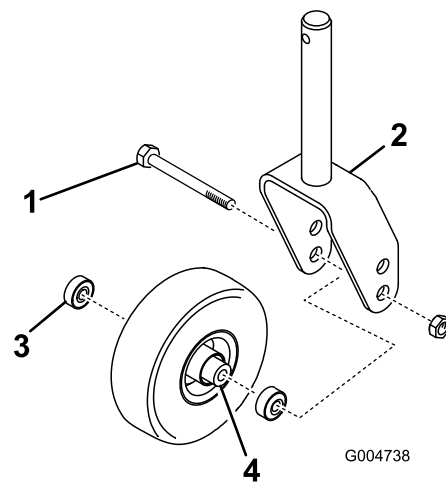
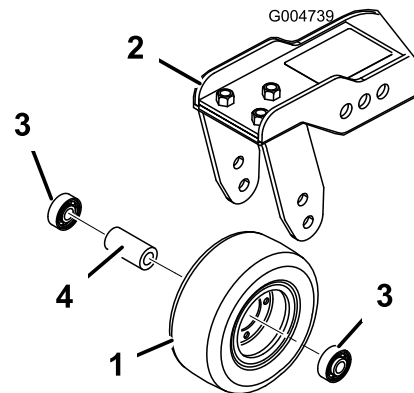

Bild 113
Bild 114
1. Entfernen Sie die Sicherungsmutter von der Schraube, mit der das Laufrad zwischen der Laufradgabel (Bild 113) oder dem Laufradgelenkarm (Bild 114) befestigt ist.
2. Entfernen Sie das Lager aus der Radnabe und lassen das Lagerdistanzstück herausfallen (Bild 113 und Bild 114).